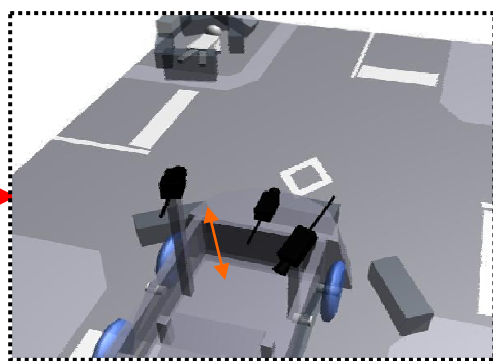

Fig.6 Actual condition Check
- 2) カメラを上昇させ上方視点を確保(Fig.6)
- 3) 状況の確認(Fig.6)